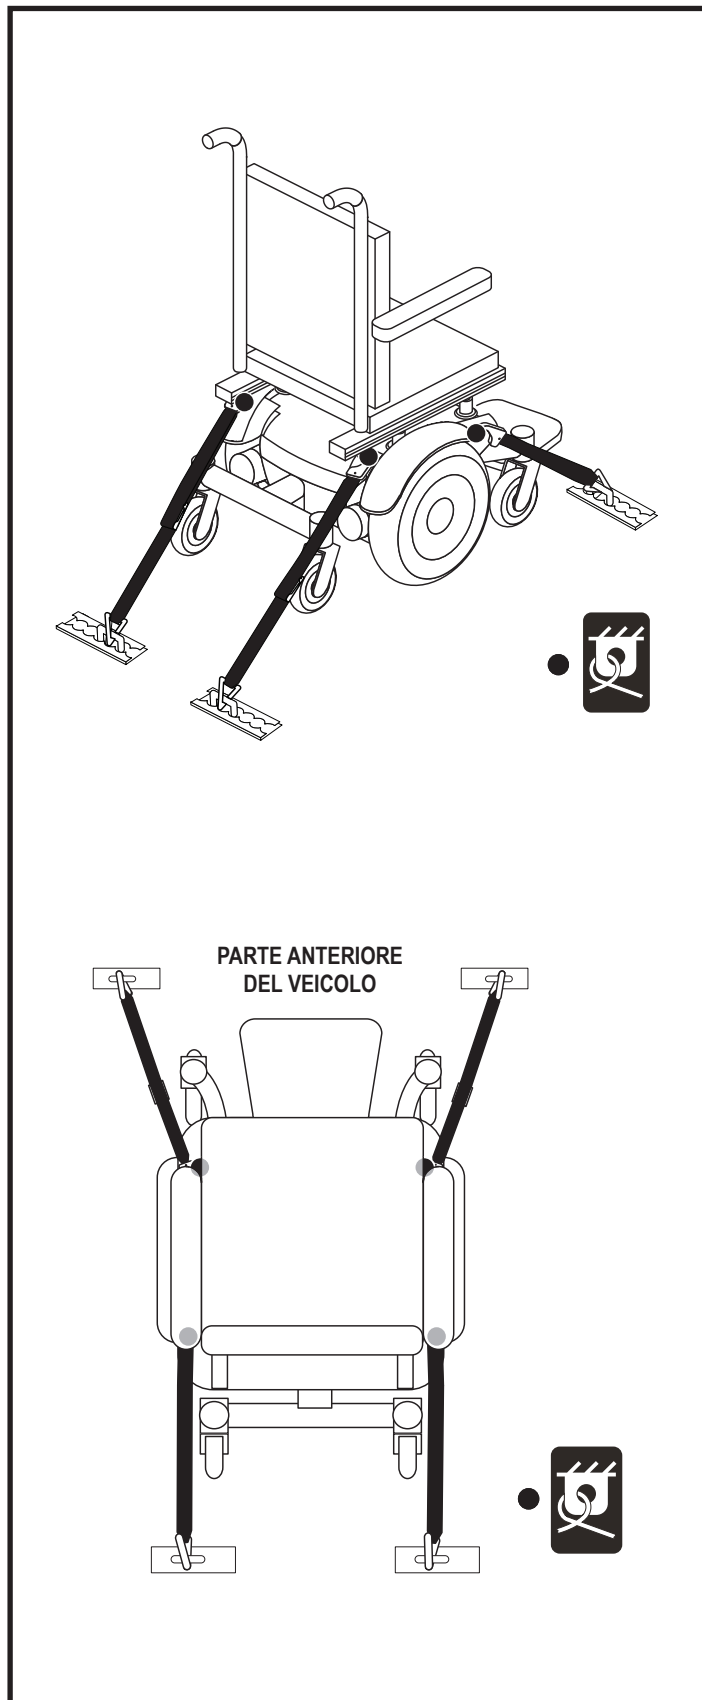

Figura 7. Punti di fissaggio per il trasporto senza utente a bordo
- Posizionare i punti di ancoraggio per le fascette posteriori dietro i punti di fissaggio posteriori della Carrozzina. Le fascette di fissaggio anteriori devono ancorarsi a punti del pavimento a distanza maggiore della larghezza della Carrozzina per fornire una maggiore stabilità laterale. **Vedere figura 7.**